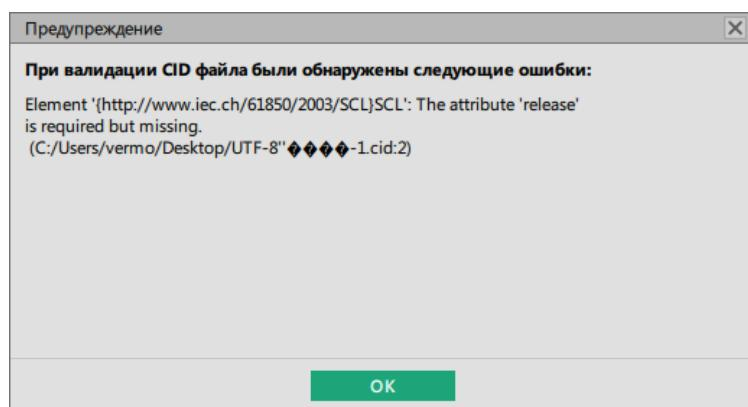

Рисунок 201 - Уведомление об ошибке
**Прим.:** Если в файле отсутствуют обязательные атрибуты, то программа отправит уведомление об ошибке. Нажмите **OK**, чтобы продолжить загрузку файла (Рисунок 201).